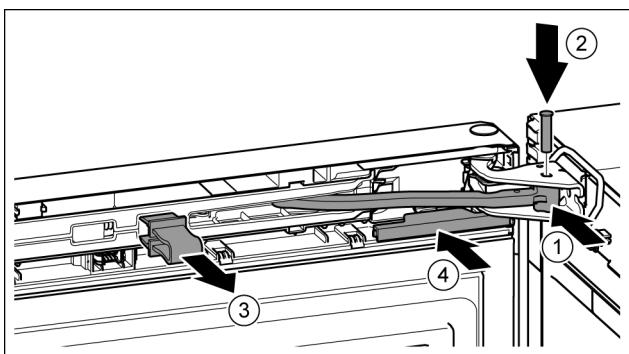

Fig. 25
- ▶ 铰链转入托架。 Fig. 25 (1)
- ▶ 将螺栓插入托架和铰链。同时注意止动凸轮需正确地位于凹槽中。 Fig. 25 (2)
- ▶ 取下保险装置。 Fig. 25 (3)
- ▶ 插入盖板。 Fig. 25 (4)